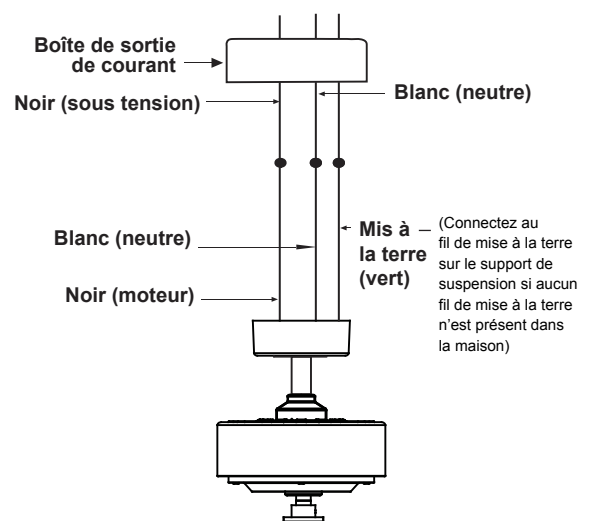

Fig. 13
**Étape 1.** Connectez le fil d'alimentation (noir) du ventilateur au fil d'alimentation noir de la maison. (Fig. 13)